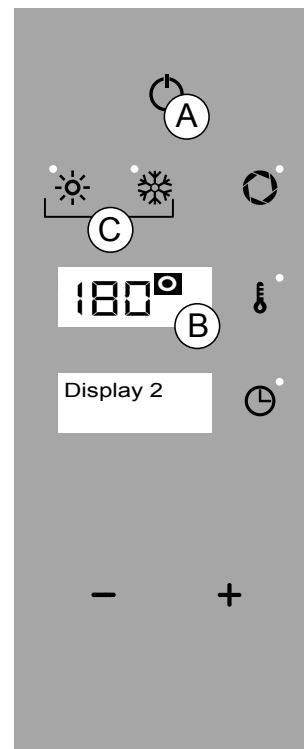

Fig.3
BRÛLEUR GAZ Allumé / °C clignotant - BRÛLEUR GAZ Éteint / °C fixe (Fig 3/B)
Enfoncer la touche "ON/OFF" pour activer le menu principal (Fig 3/A).
Enfoncer la fonction souhaitée (Fig 3/C).
1. En mode "menu principal", enfoncer la touche "ON/OFF" (Fig 3/A).